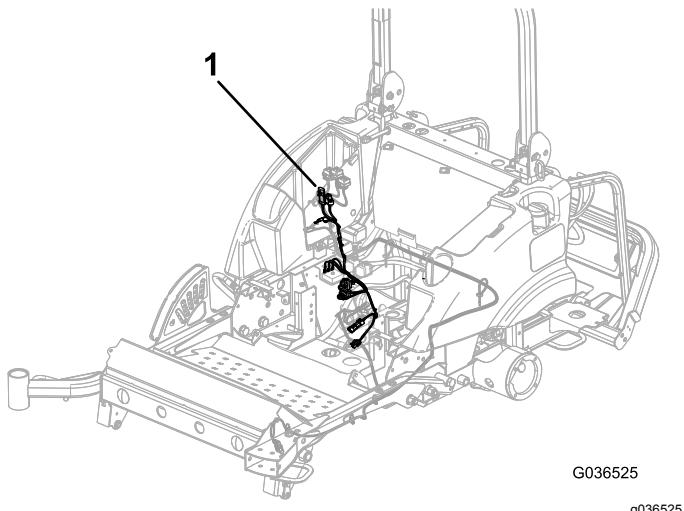

Bild 30
- C. Verlegen Sie den Kabelbaum der Hubverzögerung zur vorher befestigten Relaishalterung und stecken Sie die drei Timeranschlüsse in den Timer (Bild 30).